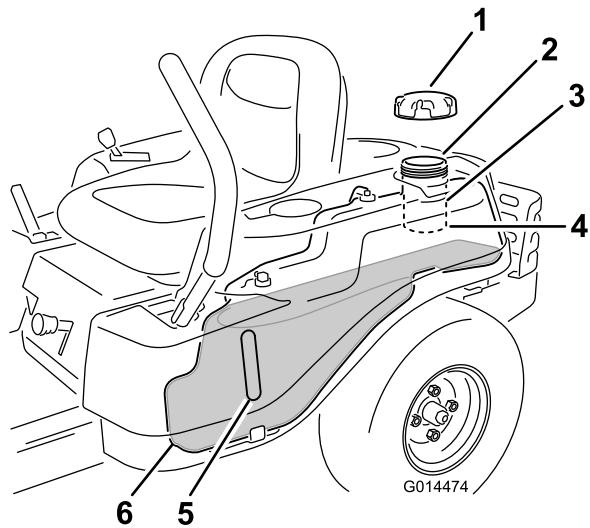

Figure 10
Remarque: Vous pouvez utiliser le regard sur le réservoir de carburant pour vérifier la présence d'essence avant de faire le plein (Figure 10).
2. Versez lentement de l'essence sans plomb ordinaire jusqu'à ce que le niveau atteigne la base du goulot de remplissage (Figure 10).